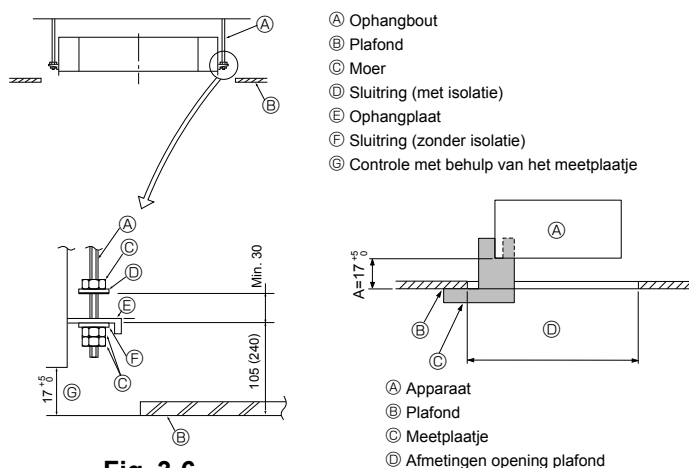

Fig. 3-6
3.6. Werkwijze om het apparaat op te hangen (Fig. 3-6)